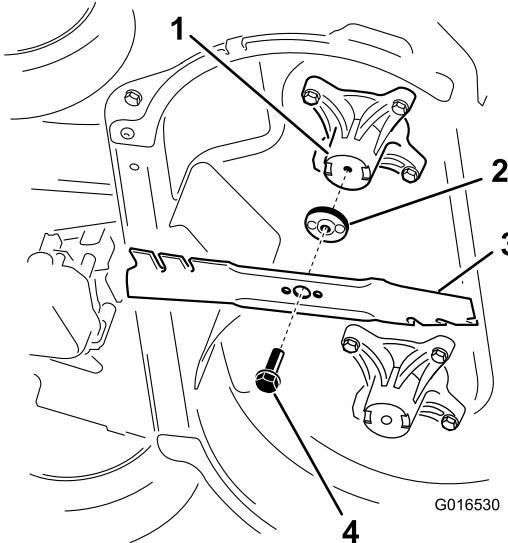

Figura 37
- Retire cada cuchilla, según se muestra en Figura 37.
- Instale la primera cuchilla en posición horizontal, junto con todos los herrajes de montaje, según se muestra en Figura 37.